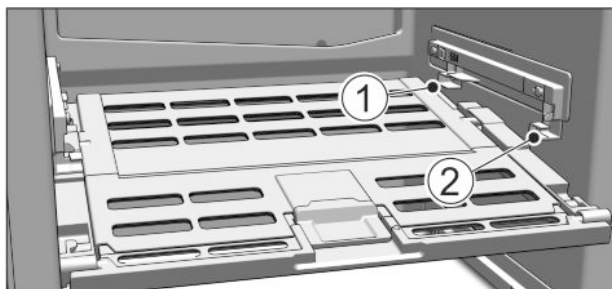

Fig. 14
- ▶ Поставяне на капака на отделението Fruit & Vegetable-Safe: Пъхнете шийките на капака отдолу в задния държач Fig. 14 (1) и фиксирайте отпред в държача Fig. 14 (2).